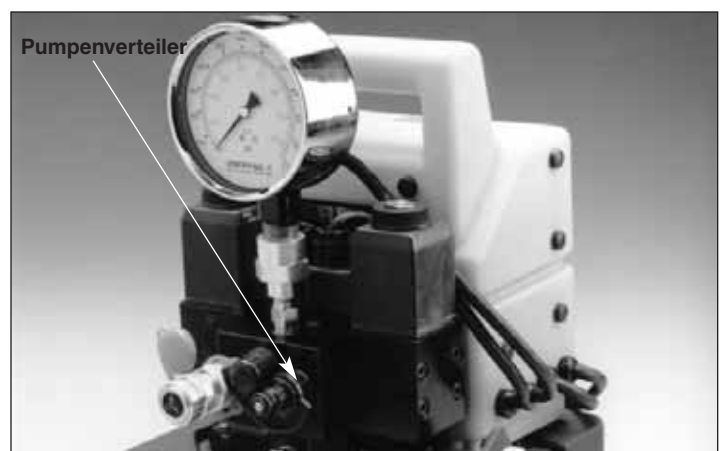

Abbildung 3 – Pumpenausgangsverteiler
1. Die Schläuche wie auf Abb. 3 gezeigt am Pumpenausgangsverteiler anschließen. DARAUF ACHTEN, daß ein Schlauch mit der Aufschrift „ENERPAC 800 SERIE – 800 BAR/11.600 PSI MAX.“ verwendet wird.